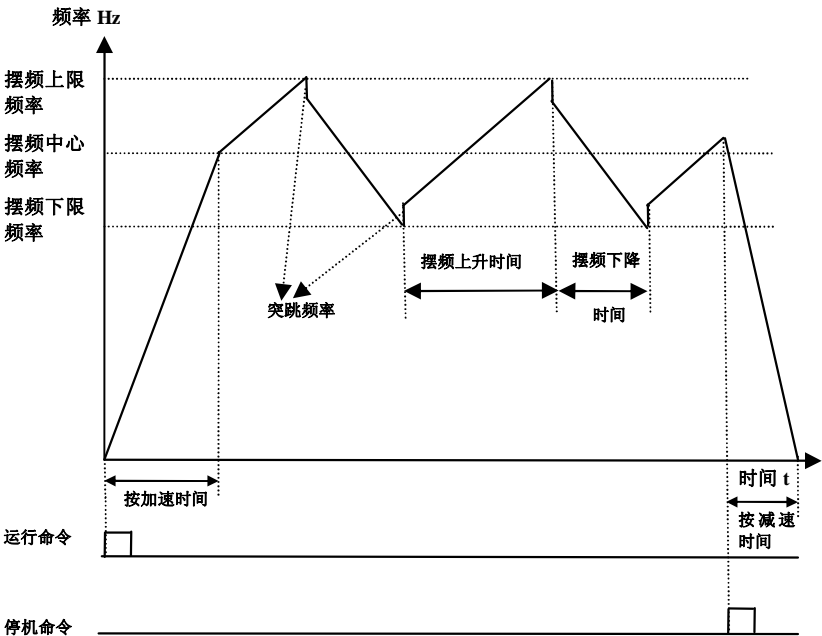

图 5-6 摆频 1 工作模式
- F235=1，摆频模式 1，中心频率固定，由 F242 给定，工作过程如图 5-6 所示。